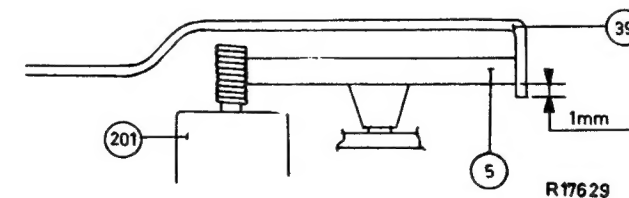

Fig. 22
- Die Unterseite der Lauffläche der Zwischenräder muss minimal ein mm über der Unterseite des Drehtisches laufen. (Siehe Abb. 22). Eventuell einstellen, indem man die Bügel 209 leicht verbiegt.